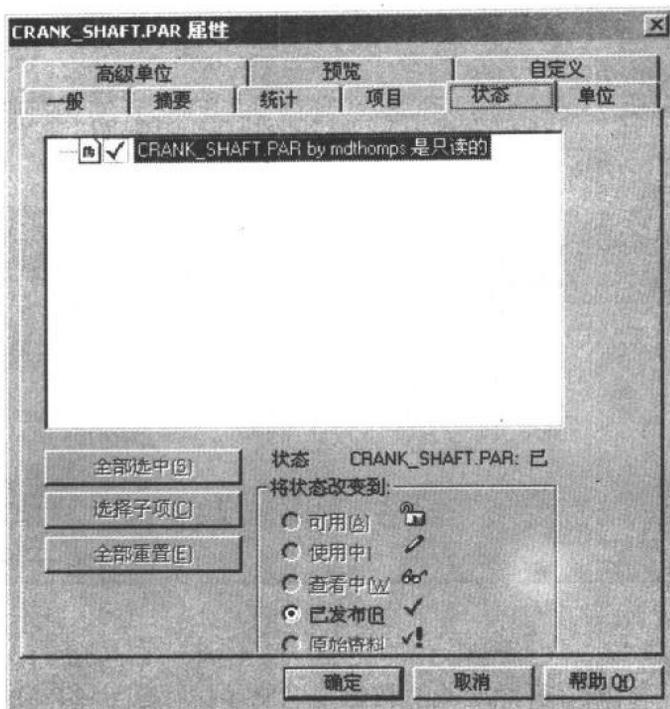

图 1.6
- 选中“状态”标签页，看看不同的发布状态选项，了解本文件在生产之前经历了哪些发布状态（版本变迁），如图 1.6 所示。